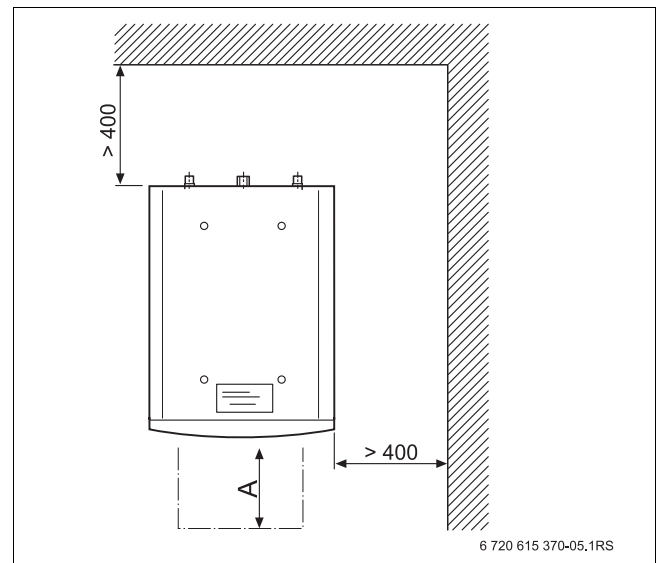

Bild 5 Mindest-Wandabstandsmaße (in mm)
Bei der Aufstellung des Speicher-Wassererwärmers die Mindestabstände für Montage und Wartung berücksichtigen (→ Bild 5). Hierzu auch die Mindestmontageabstände des Heizkessels beachten.
- Mindest-Wandabstandsmaße einhalten (→ Bild 5).